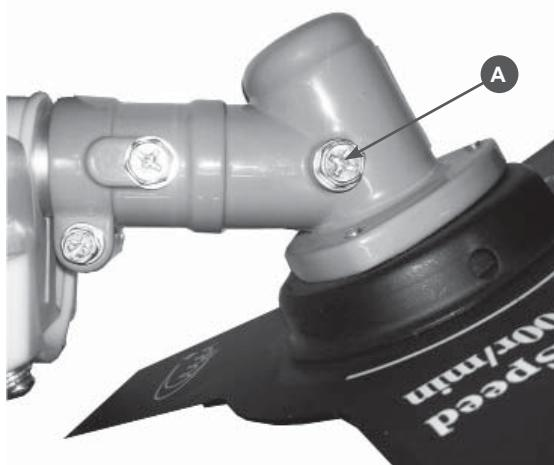

Рис.21
Через 20 часов работы, но не реже одного раза в сезон, необходимо проверять и добавлять смазку в редуктор. Для смазки редукторов необходимо использовать специальную смазку на литиевой основе Champion EP-0 GREASE. Необходимо открутить болт-заглушку (A) Рис.21 и с помощью шприц-масленки добавить смазку (примерно 5-10 см³). Приводной вал редуктора, который находится в штанге, рекомендуется смазывать через 100 часов работы моторным маслом или смазкой Champion EP-0 GREASE.